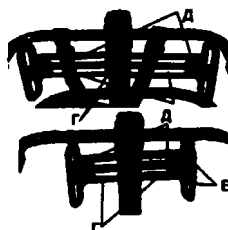

рис. 15
3) Регулировка положения заднего упора (рис.15)
4) Регулировка длины тазобедренного пояса (рис. 15, 16)